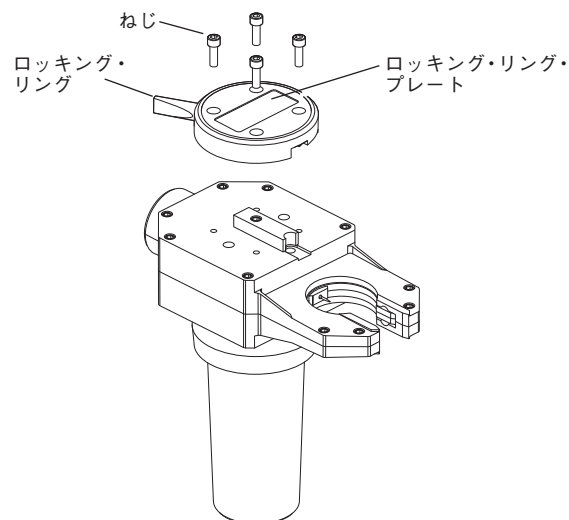

図26：ロックリングおよびロックリング・プレートを取り外す
2. ねじ4本、ロックリング、ロックリング・プレートを取り外します。図26をご参照ください。